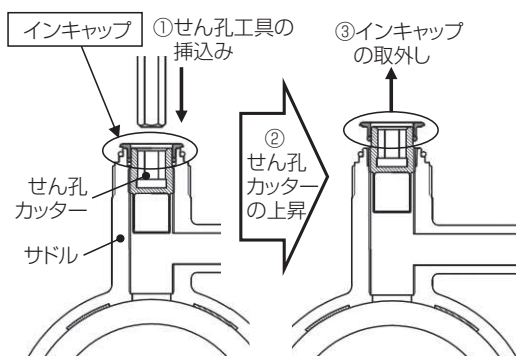

図1 インキャップが、サドルとせん孔カッターの間に挟まっている場合
注) インキャップがキャップから外れて、サドルとせん孔カッターの間に挟まっている場合、①せん孔工具を挿込み、②反時計回りに回して、せん孔カッターを上昇させた後、③インキャップを取外す。(図1参照)